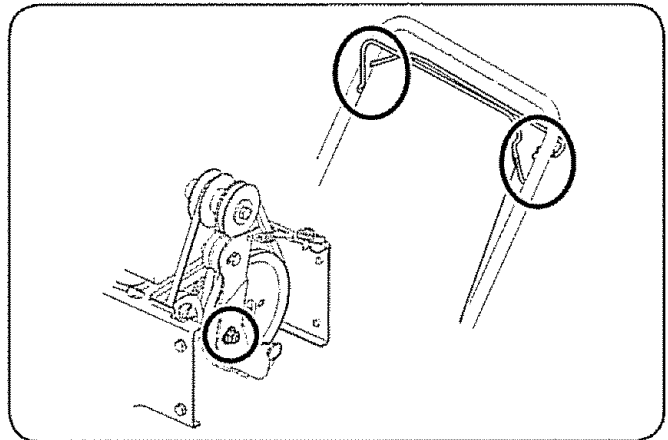

Figura 8
5. Vuelva a ajustar la herramienta de limpieza a la horquilla de montaje ubicada en la caja de la barrena. Ahora ya puede empezar a operar su máquina quitanieve. Vea la figura 8.
3. **Para retirar la placa de raspado:** retire ambas zapatas antideslizantes y los elementos de ferretería, incluyendo los pernos del carro y las tuercas hexagonales que unen la placa de raspado a la caja de la máquina quitanieve. Por la ubicación de la placa de raspado, consulte la figura 8.
Las barrenas están ajustadas al eje espiral con cuatro pasadores de cuchilla y pasadores de chaveta. Si golpea un objeto extraño o una barra de hielo, la máquina quitanieve está diseñada de manera que los pasadores se cortan. Consulte la figura 8.